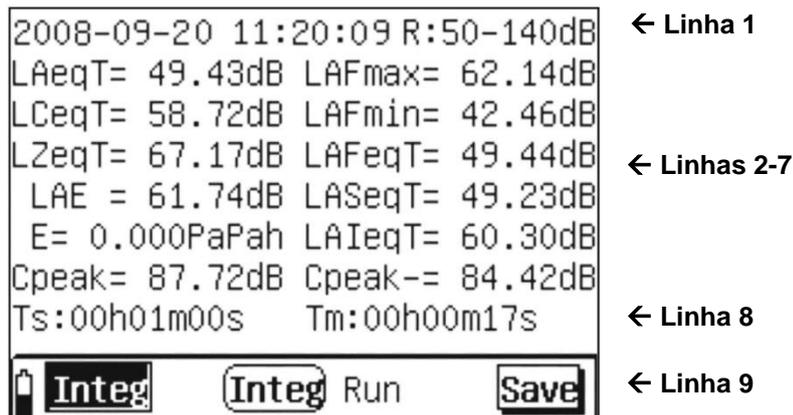

Fig. 21: Ecrã com os valores integrados da análise Integral
- Premir o botão para activar a medição de Integração. O instrumento mostra, automaticamente, o ecrã dos valores integrados (ver Fig. 21) e a mensagem “Run” aparece no display.